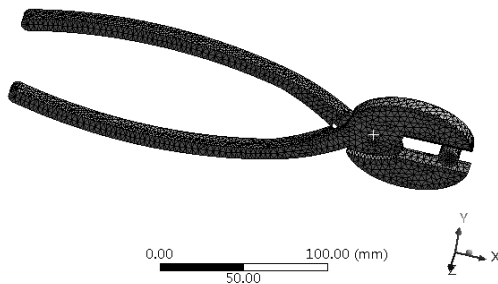

图 13-28 网格效果
Step2 : 在 Outline (分析树) 中的 Mesh 选项上右击 , 在弹出的快捷菜单中选择  Generate Mesh 命令 , 此时会弹出进度显示条 , 表示网格正在划分 , 当网格划分完成后 , 进度条自动消失。最终的网格效果如图 13-28 所示。